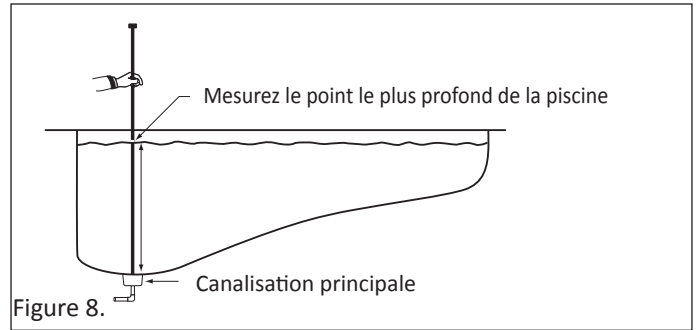

Figure 8.
1. Mesurez la partie la plus profonde de la piscine. Voir la Figure 8.